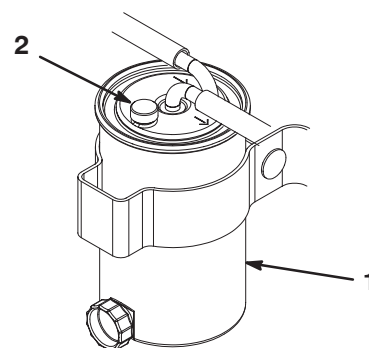

Bild 36
2. Öffnen Sie das Entlüftungsventil oben am Kanister, bis Kraftstoff austritt (Bild 36).